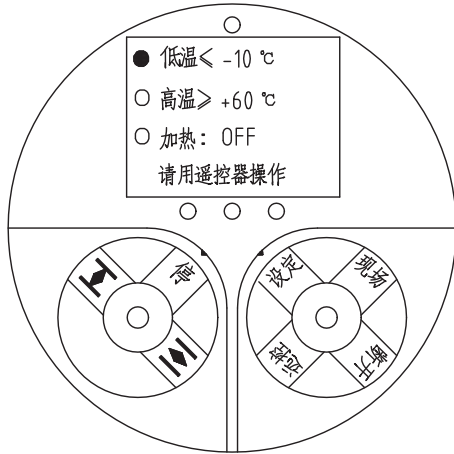

图 31
(6) 页面六：高低温报警设置，启动/关闭空间加热器。图 31